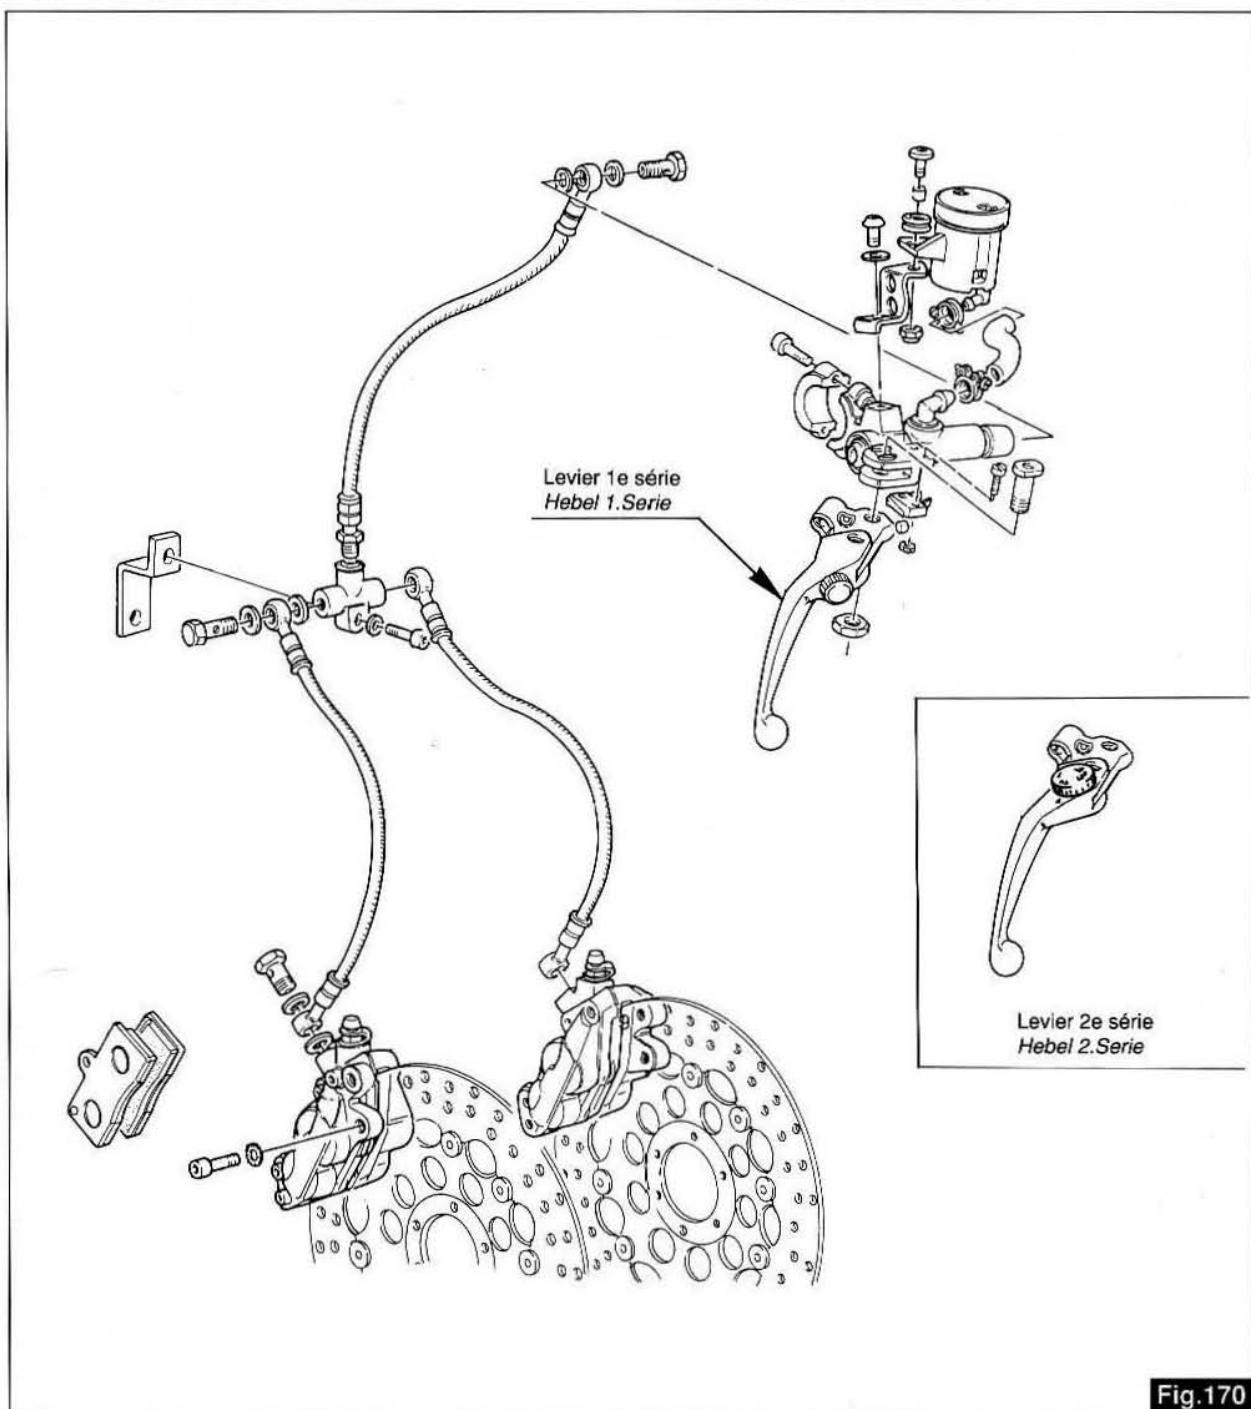

Fig.170
**NOTA:** On a introduit en production un nouveau type de levier frein qui diffère du précédent modèle en la position de sa bague filetée de réglage (fig. 170).